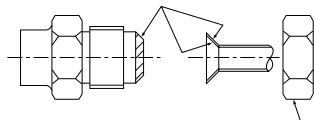

Fig. 4-1
4.2. Внутренний прибор (Fig. 4-1)